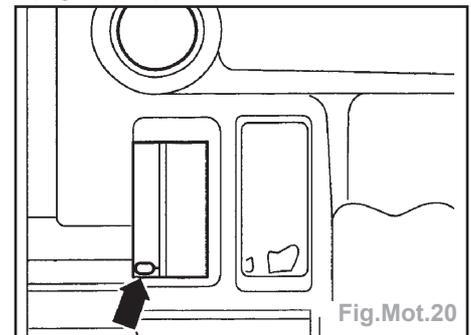

Fig.Mot.20
- Amener le vilebrequin au PMH du cylindre 1 (véhicules avec BV automatique) (Fig.Mot.20).